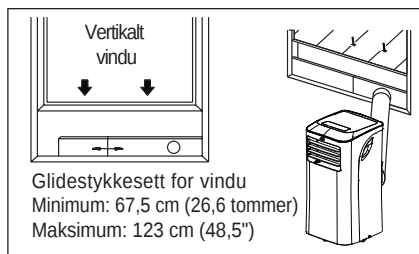

Fig. 8
5. Fest overgangsstykke B til glidestykesettet for vindu, og tett igjen. (Fig. 8 og 9)